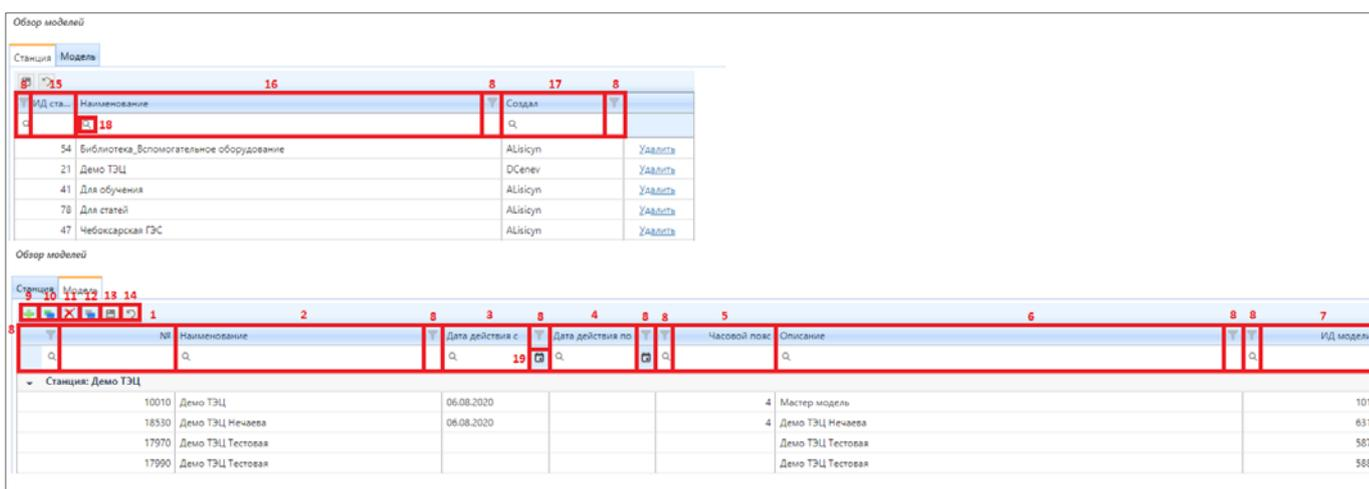
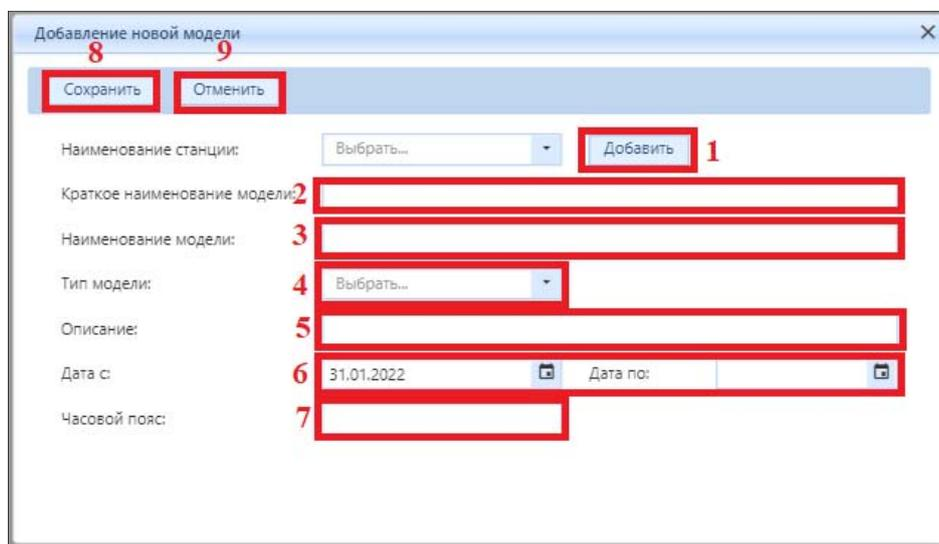

Рисунок 4.2.2 – Интерфейс подраздела «Обзор моделей»
Рисунок 4.2.3 – Внешний вид окна «Добавление новой модели»
1. В колонке (1) «№» (рис. 4.2.2) содержатся записи, соответствующие автоматически присвоенному номеру модели в базе данных (запись в колонке не редактируема).
2. В колонке (2) «Наименование» (рис. 4.2.2) содержатся записи, соответствующие наименованию модели (запись в колонке редактируема).
3. В колонке (3) «Дата действия с» (рис. 4.2.2) содержатся записи, соответствующие дате создания модели, запись в колонке не редактируема.
4. В колонке (4) «Дата действия по» (рис. 4.2.2) содержатся записи, соответствующие дате окончания действия модели, при необходимости настройку возможно не указывать (запись в колонке не редактируема).
5. В колонке (5) «Часовой пояс» (рис. 4.2.2) содержатся записи, соответствующие численному значению часового пояса, в котором находится физический объект моделирования (запись в колонке редактируема).
6. В колонке (6) «Описание» (рис. 4.2.2) содержатся записи, соответствующие указанному примечанию к модели (запись в колонке редактируема).
7. В колонке (7) «ИД модели» (рис. 4.2.2) содержатся записи, соответствующие автоматически присвоенному ИД модели в базе данных (запись в колонке не редактируема).
8. В колонке (15) «ИД станции» (рис. 4.2.2) содержатся записи, соответствующие автоматически присвоенному ИД станции в базе данных (запись в колонке не редактируема).
9. В каждой колонке таблицы имеется кнопка (8) «Отфильтровать» (рис. 4.2.2), предназначенная для фильтрации отображаемой информации.
10. Строка поиска (18) (рис. 4.2.2) предназначена для оперативного поиска информации, хранящейся в определенной колонке.
11. Элемент интерфейса (19) «Календарь» (рис. 4.2.2) предназначен для просмотра и выбора даты в календаре.
В верхней части интерфейса подраздела расположено меню с кнопками управления (рис. 4.2.2):
- кнопка (9) «Добавить» (рис. 4.2.2) предназначена для добавления новой модели и станции в Систему;
- кнопка (10) «Копировать» (рис. 4.2.2) предназначена для полного или частичного копирования модели;
- кнопка (11) «Удалить» (рис. 4.2.2) предназначена для удаления выбранной модели из таблицы;
- кнопка (12) «Перенести» (рис. 4.2.2) предназначена для переноса модели в другую станцию;
- кнопка (13) «Сохранить» (рис. 4.2.2) предназначена для сохранения внесенных изменений;
- кнопка (14) «Отменить изменения» (рис. 4.2.2) предназначена для отмены внесенных изменений в подразделе «Обзор моделей».
Для создания новой модели в Системе нажмите кнопку (13) «Добавить» (рис. 4.2.2), после нажатия в интерфейсе подраздела всплывет окно «Добавление новой модели» (рис. 4.2.3).
В окне «Добавление новой модели» необходимо выполнить следующие действия (рис. 4.2.3):
1. Нажать кнопку (1) «Добавить», затем в соседнем поле «Наименование станции» ввести название станции; либо не нажимать и выбрать уже имеющуюся станцию из списка.
2. В поле (2) для записи «Краткое наименование модели» ввести краткое наименование новой модели (допускается называть полным наименованием для упрощения).
3. В поле (3) для записи «Наименование модели» ввести полное наименование модели (ограничение в 48 символов).
4. В поле (4) для записи «Тип модели» выбрать из выпадающего списка тип модели «КРАТКОСРОЧНАЯ».
5. При необходимости в поле (5) для записи «Описание» добавить описание/примечание к модели.
6. В поле (6) для записи «Дата с» установить дату создания модели. Для записи «Дата по» при необходимости указать в поле дату окончания действия модели.
7. В поле (7) для записи «Часовой пояс» установить часовой пояс физического объекта моделирования относительно времени Российской Федерации по мск.
8. Нажать кнопку (8) «Сохранить» для сохранения или на кнопку (9) «Отменить» для отмены внесенных изменений.
Для удаления модели выберите в таблице с перечнем конкретную модель (выбранная строка выделится серым цветом), затем нажмите на кнопку (11) «Удалить» (рис. 4.2.3) в верхнем меню. После нажатия в Системе запустится процедура удаления модели.
Для копирования существующей модели выберите в таблице с перечнем конкретную модель (выбранная строка выделится серым цветом), нажмите в верхнем меню на кнопку (10) «Копировать» (рис. 4.2.3). После нажатия всплывет окно «Копирование модели». Установите в окне критерии модели, которые необходимо